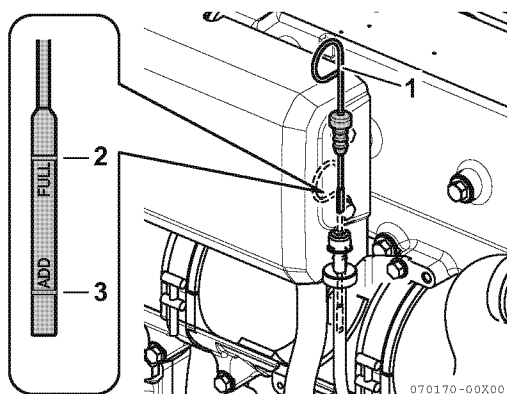

Figura 6
2. Remova a vareta do óleo (**Figura 6, (1)**) e limpe com um pano limpo.
4. Retire a vareta. O nível de óleo deve ficar entre as linhas superior (**Figura 6, (2)**) e inferior (**Figura 6, (3)**) da vareta do óleo.
2. Abasteça de óleo até ao limite superior (**Figura 6, (2)**) na vareta (**Figura 6, (1)**).